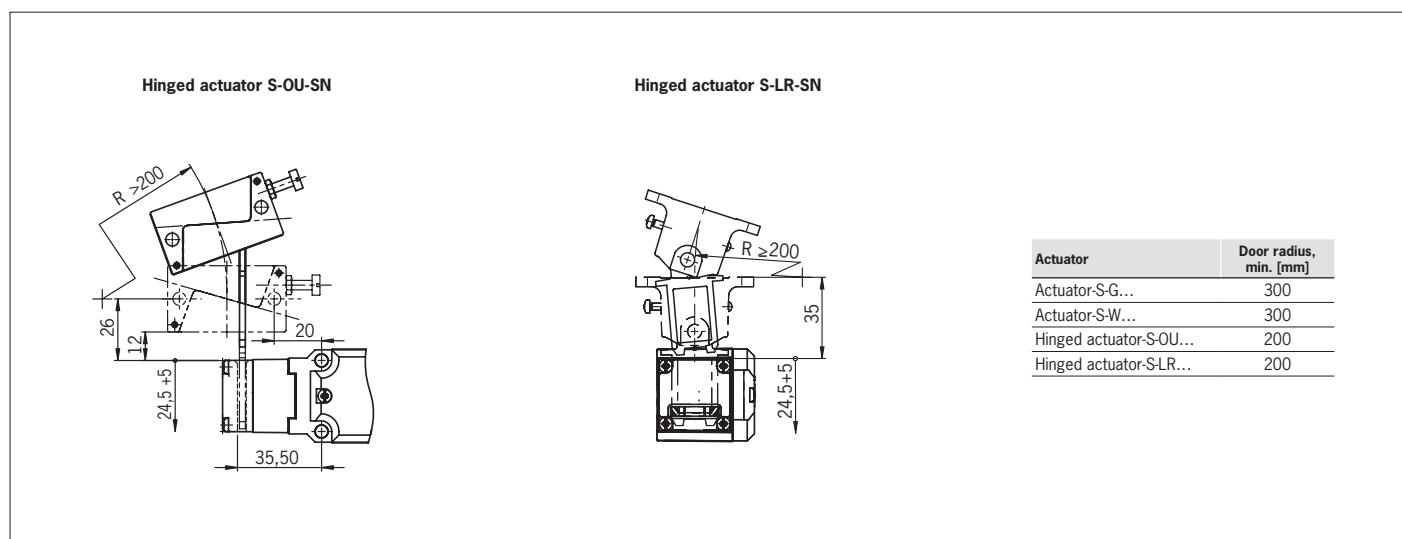

Fig. 5: Minimum door radii
- Tenez compte également du rayon de porte et des possibilités de fixation (voir Fig. 5).